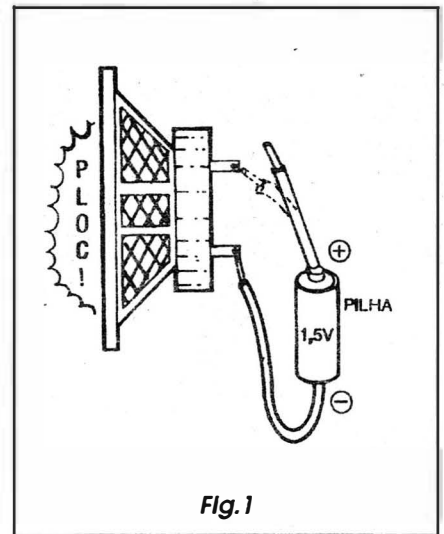

Fig.1
- FIG. 1 - UM TESTE SIMPLES PARA ALTO-FALANTES... - Apesar da sua enorme e óbvia importância enquanto transdutor final, no sentido eletricidade/som, os alto-falantes não são suficientemente conhecidos, às vezes até por técnicos, que normalmente desprezam tais componentes no que diz respeito aos necessários dados, parâmetros, características eletro-mecânicas, possibilidades de defeitos e de reparos, etc. Existem, é claro, instrumentos de laboratório, especificos para o teste preciso e completo de alto-falantes... Entretanto, na maioria dos casos, uma análise eletro-mecânica simples e direta, poderá nos dar importantes subsídios quanto ao estado do componente...! A mais simples dessas verificações pode ser feita conforme mostra o diagrama, com o auxílio de uma única pilhazinha de 1,5V (pode até já estar meio gasta, já que mesmo sob tensões menores do que 1,5V o teste resultará...), mais dois pedacinhos de fio condutor... Tudo se resume em ligar, momentaneamente, os polos da dita pilha aos terminais do alto-falante... Este deverá emitir um nítido *PLÓC*... um som seco e curto, a cada toque do fio nos seus terminais... Embora elementar, o teste dá algumas importantes informações quanto ao falante: mostra que mecanicamente o componente está funcional, indicando que tanto o movimento da bobina interna, quanto do cone a ela solidário, estão se dando sem
instrumento destes, poderá realizar um teste já um pouco mais elaborado e... técnico no alto-falante: inicialmente *chaveia-se* o instrumento para medição de RESISTÊNCIA, com leitura em sua faixa mais baixa (colocando provisoriamente as pontas de prova em *curto*, *zera-se* cuidadosamente a leitura, através do *knob* normalmente existente no multímetro, para tal função...); em seguida, aplica-se as pontas de medição do multímetro aos terminais do falante... Um alto-falante eletricamente em **bom** estado, fará com que o ponteiro do instrumento saia do *zero*, indicando um valor qualquer (bastante baixo, mas *existente*...), normalmente entre 2 e 8 ohms. Se o ponteiro do multímetro ficar no seu encosto da esquerda (resistência *infinita*...) a bobina do falante estará *aberta*... Já se o ponteiro deslocar-se para a extrema direita da escala (resistência *zero*...), a bobina do alto-falante estará em *curto*... Uma vantagem desse teste, mais técnico, é nos dar alguma informação comparativa quanto à impedância do alto-falante, dado que não se pode obter com a verificação mais elementar, feita com a pilha, nos conformes da FIG. 1... Sobre esse *negócio* de impedância, falaremos com algum detalhe, mais à frente...